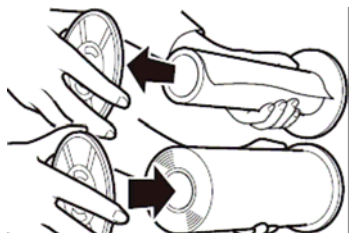

图 5-26 更换新版纸卷
② 取出已用完的版纸卷，拉出两端卷轴，再将两端卷轴插到新的版纸卷中，如图 5-26 所示。